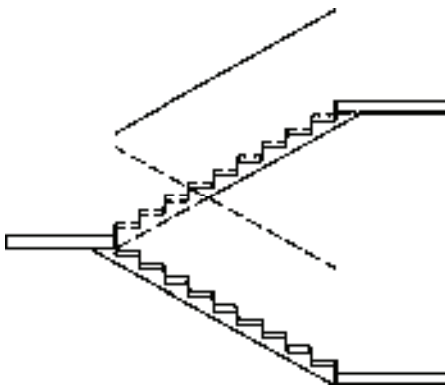

图 12-79 绘制结果
4) 重复上述操作，绘制楼梯栏板，结果如图 12-79 所示。